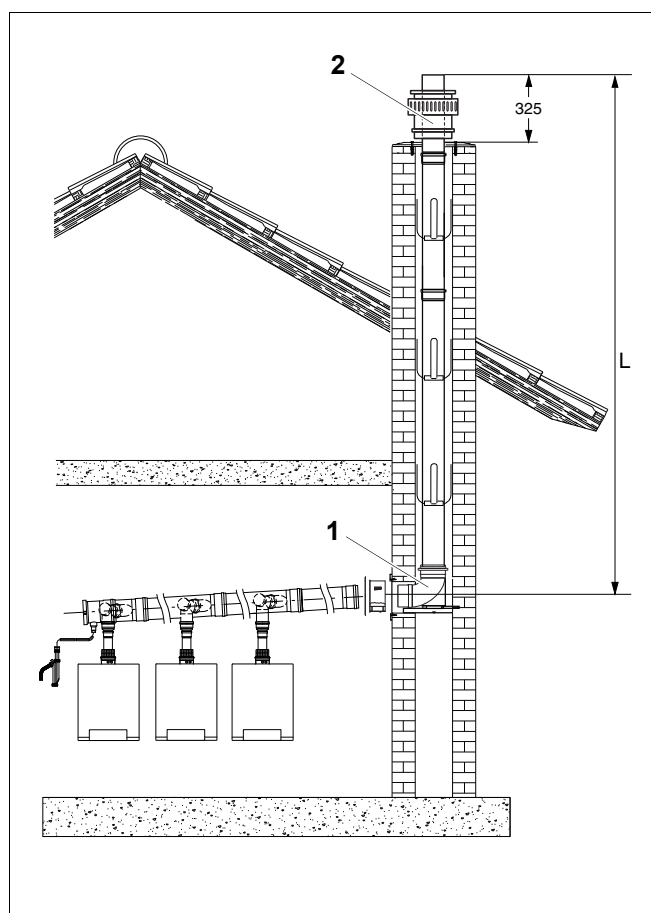

Рис. 13 Обмер дымовой трубы (размеры в мм)
- Установите опорное колено (рис. 13, [1]) по центру шахты на опорную планку.
- Используя монтажный трос, определите длину L от основания муфты опорного колена до устьевой трубы (рис. 13, [2]).